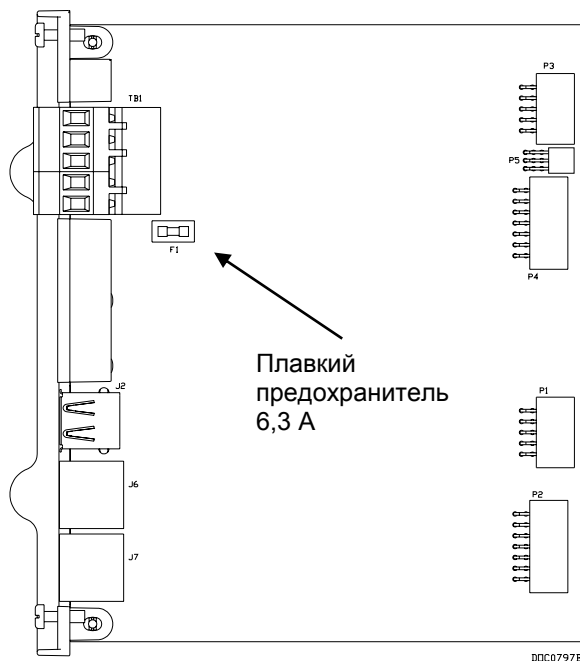

Рис. 12. Плавкий предохранитель ЦПУ 6,3 А
Если сервер не функционирует, но, предположительно, на него подается питание, а индикатор питания POWER не горит, может потребоваться замена плавкого предохранителя 6,3 А модуля ЦПУ (см. *Рис. 12*).
7. Осмотрите плавкий предохранитель (см *Рис. 12*) и, при необходимости, замените его плавким предохранителем MSB 6,3A SB (Slo-Blo).